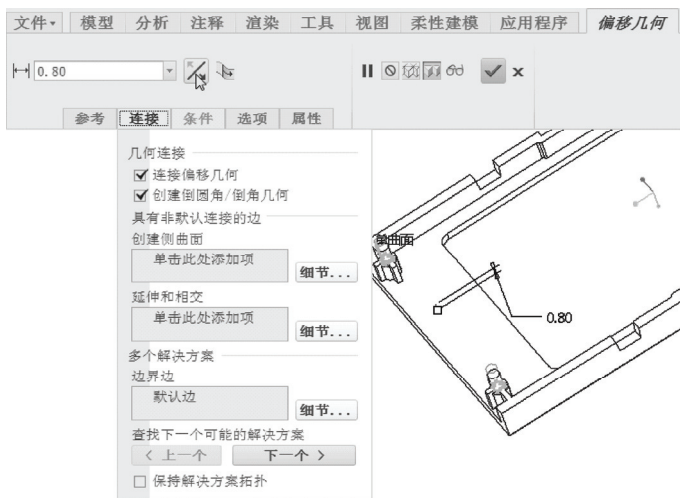

图 8-31 设置偏移值、偏移方向和附件连接选项
4) 在“偏移几何”选项卡的 || （偏移值）组合框内输入偏移值“0.8”，单击 ↔ （更改偏移方向）按钮以将偏移方向更改为另一侧，接着打开“连接”面板设置相关的几何附件连接选项，如图 8-31 所示，注意确认选中“连接偏移几何”复选框。